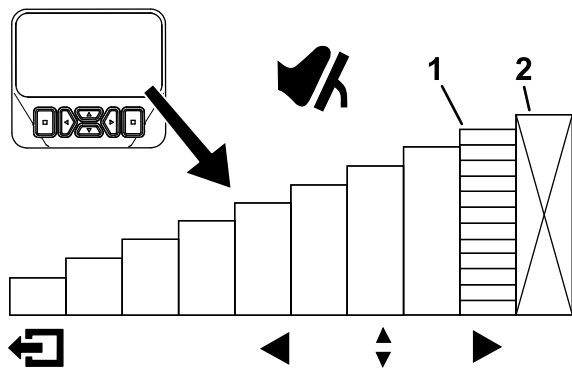
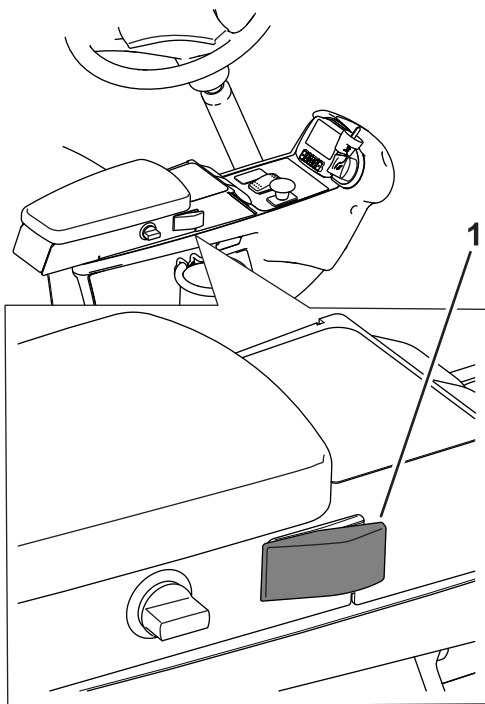
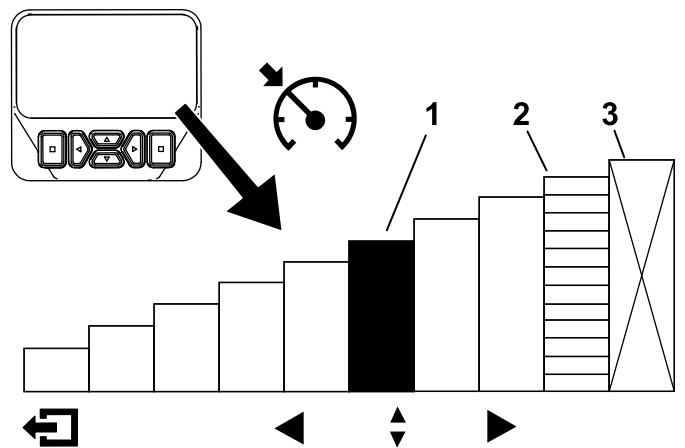

図 31
図 33
図 34
この機能は、インフォセンターのメインメニュー画面で上下のナビゲーションボタンを使って選択します 図 31。
クルーズコントロールスイッチを有効化して速度を設定した後 図 33、インフォセンターでクルーズ速度の設定を行います 図 31と 図 34。
1. コンソールのクルーズコントロールスイッチを有効にする 図 33。
2. インフォセンターディスプレイを使って、クルーズコントロールの速度設定を調整する 図 34。